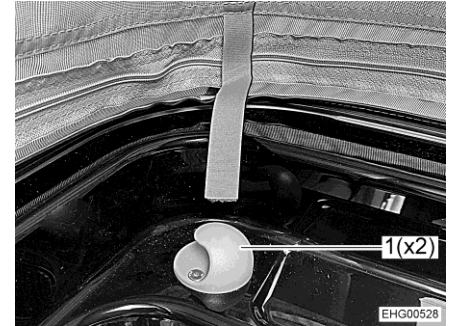

Bild 42 Halter
- Sicherungsnetz an den beiden Haltern (Bild 42,1) einhängen.